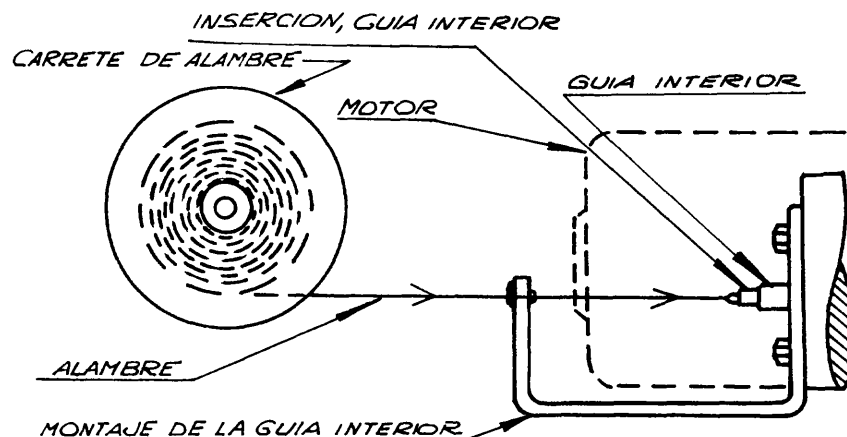

Fig. 2
- ___a Introduzca el alambre a través de la guía (fig. 2).